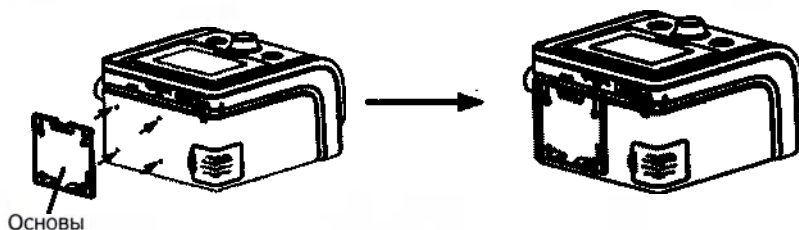

Рис. 11-11
(2) Расположите четыре отверстия **основы** так, чтобы они совпадали с четырьмя точками на задней крышке устройства, присоедините основу к устройству, как показано на Рис. 11-11.